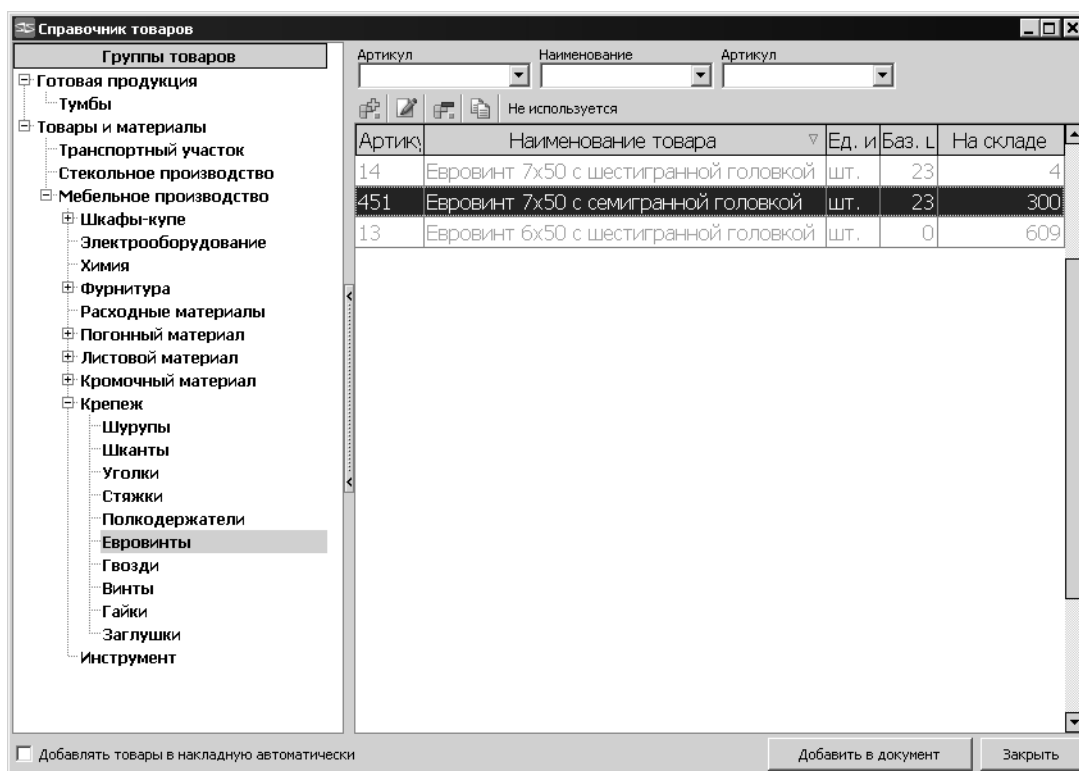

Рис. 34.10.
-  Чтобы добавить новый товар, нажмите кнопку **Добавить позицию в заявку**. После нажатия кнопки на экране появится диалог **Справочник товаров** (рис. 34.10).